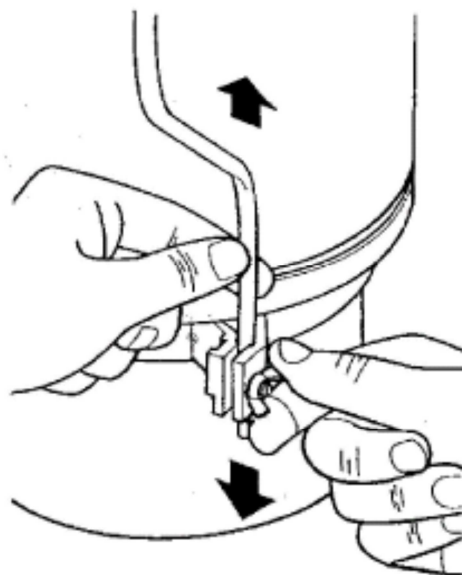

Fig. 4
- Den Stützstab am Körper einsetzen und mit den Muttern und Klappen festklemmen (Fig. 4).